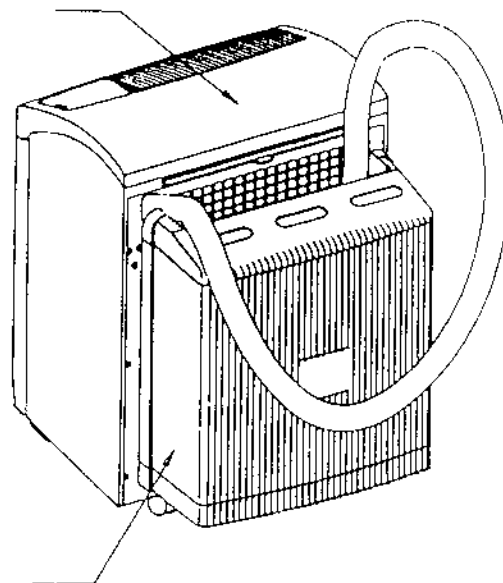

Рис. 16. Блоки кондиционера, соединенные для переноски и хранения
Перед тем, как перенести аппарат на новое место или убрать на хранение, наклоните наружный блок, чтобы слить из поддона остатки конденсата. Для транспортировки или хранения кондиционера следует соединить оба блока вместе (см. рис. 16). Для того, чтобы соединить блоки, вставьте штифты (8) наружного блока в отверстия (16) на блоке, устанавливаемом в помещении (см. рис. 1 и 2).